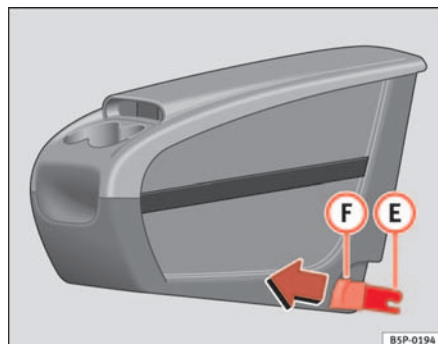
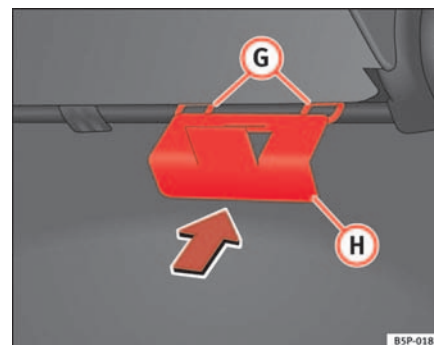

Abb. 110 Zusätzliche Ablage. Anbringen
Abb. 111 Halteplatte der zusätzlichen Ablage
- Die Halteplatte ① ⇒ Abb. 111 der zusätzlichen Ablage vom Fahrzeuginnern aus auf der Rückseite des Sitzes befestigen. Sie muss sich zwischen der Lehne und dem Sitzkissen im Bereich des mittleren Rücksitzes befinden.
- Die beiden Befestigungselemente **(E)** ⇒ Seite 139, Abb. 110 zu den beiden Befestigungsringen **(G)** ⇒ Seite 139, Abb. 111 ausrichten und die beiden Klammern vollständig in die Befestigungsringe eindrücken.
- An den Knöpfen ⇒ Seite 139, Abb. 110 **(F)** der Klammern nach vorne ziehen (rote Knöpfe), bis sie hörbar ausgehängt sind.